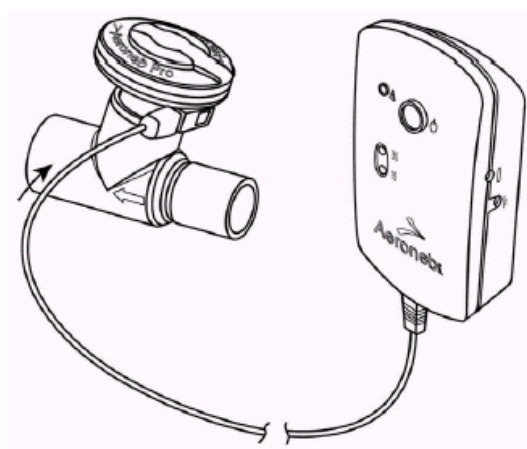

Рис. 6. Соединение управляющего модуля с небулайзером.
5. Соедините кабель управляющего модуля с небулайзером (рис. 6).